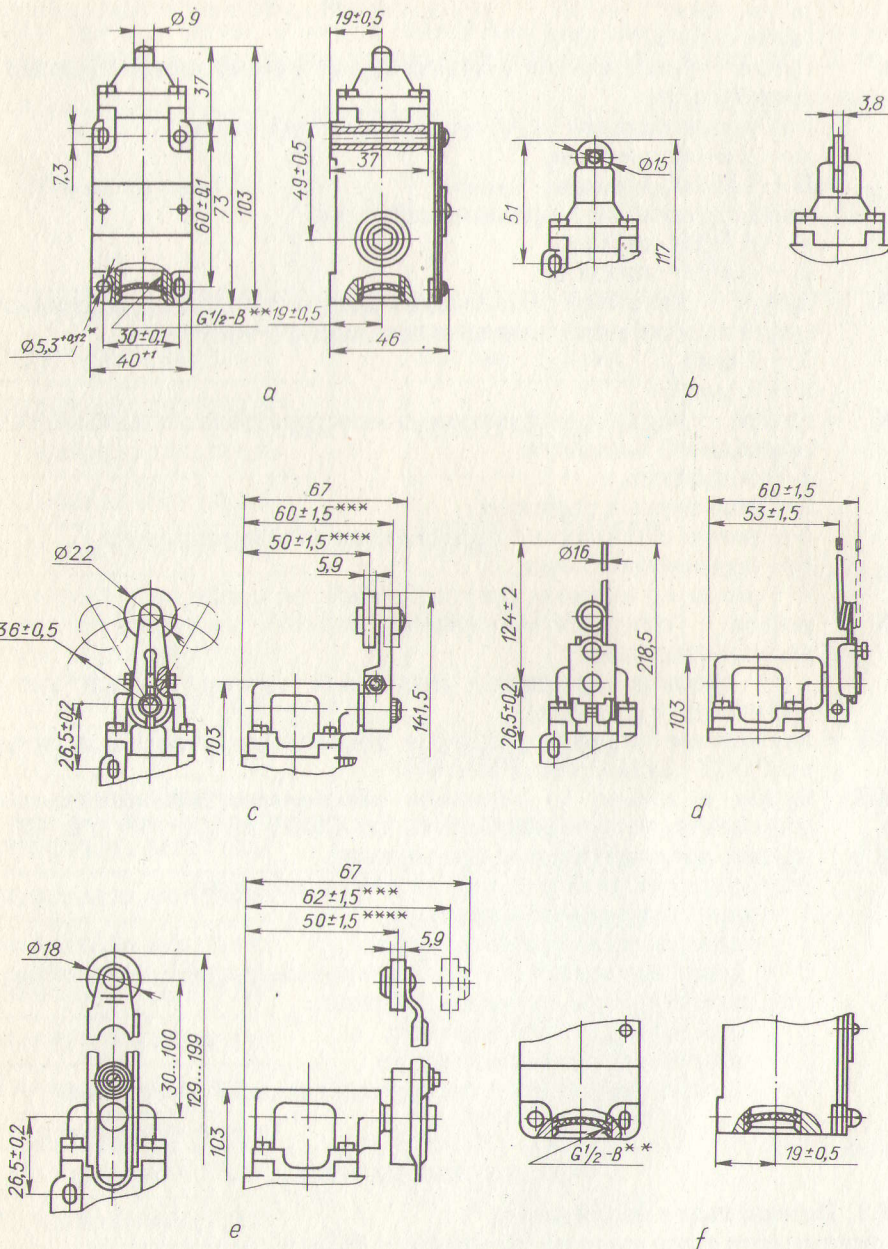

Рис. 1. Габаритные, установочные и присоединительные размеры выключателей:
1.6. Выключатели изготавливаются с тремя вводами (рис. 1, а, б, с, d, e) и с одним вводом (рис. 1, f). Выключатели с тремя вводами оговариваются при заказе (три ввода).
а — базовое исполнение; б — (остальное см. рис. 1, а); с — (остальное см. рис. 1, а); d — (остальное см. рис. 1, а); e — (остальное см. рис. 1, а); f — (остальное см. рис. 1, а, б, с, d, e); \*2 отв.; \*\*3 отв.; \*\*\*2 ступень; \*\*\*\*1 ступень